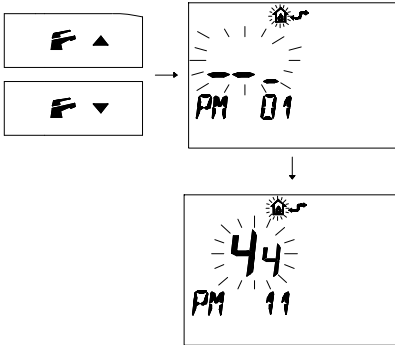

fig. 5.48
- 3 Premere i pulsanti ▲ o ▼ per visualizzare la programmazione "PM 11" della post circolazione pompa (fig. 5.48)